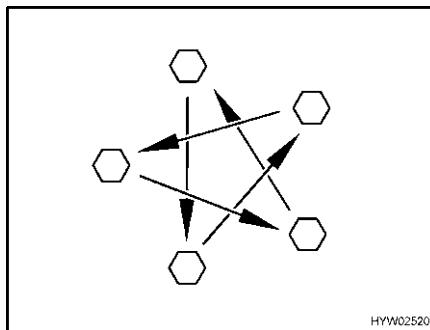

Fig. 193 Serrare a croce i dadi o i bulloni delle ruote
- Controllare regolarmente il serraggio dei dadi o dei bulloni. Regolare a croce (Fig. 193) il serraggio dei dadi o dei bulloni di una ruota sostituita dopo circa 50 km.
- ▷ Serrare a croce i dadi o i bulloni delle ruote (Fig. 193).